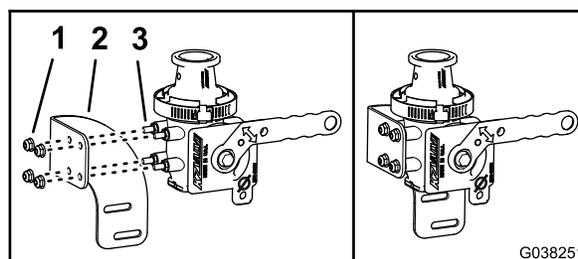

Figure 59
- Alignez le flexible dans le support de la vanne de coupure du mélangeur et les goujons de la vanne de coupure comme montré à la Figure 59.
- Fixez le support à la vanne (Figure 59) avec les 4 contre-écrous à embase (1/4")